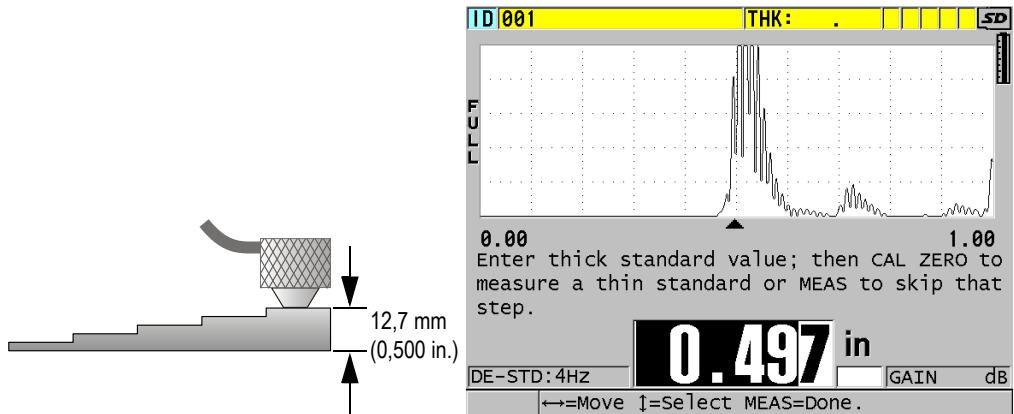

Abbildung 5-4 Justierung der Schallgeschwindigkeit mit einem 5-stufigen Justierkörper
1. Verfahren Sie zur Justierung der Schallgeschwindigkeit im Werkstoff wie folgt (siehe Abbildung 5-4 auf Seite 76):